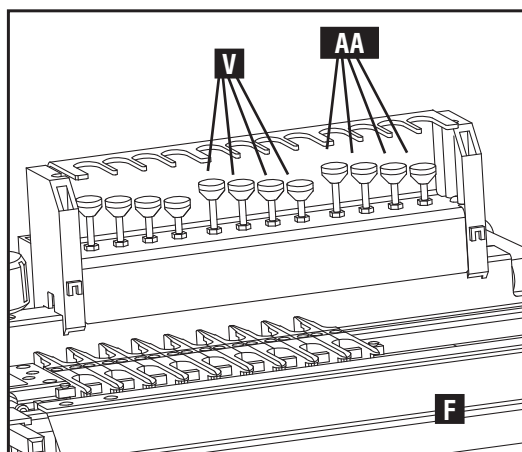
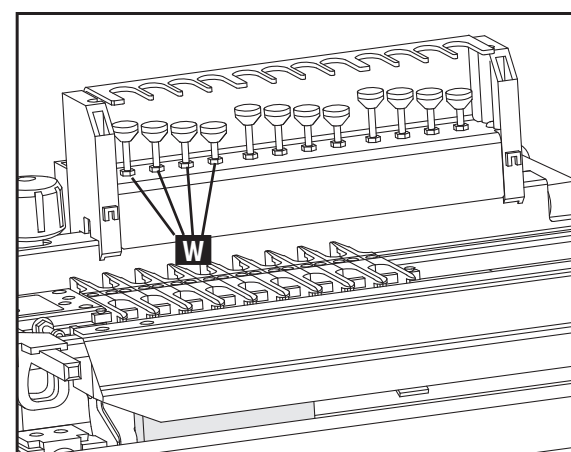

Fig. F13
Fig. F14
11. Reemplace la barra del estabilizador (F) Fig. F13.
- Si está utilizando una OMNIJIG® de 610 mm (24") con la plantilla digital variable estándar, utilice uno de los cuatro calibres de profundidad ubicados en (V) Fig. F13.
- En caso de utilizar una plantilla accesoria semiciega, cónica deslizante de 610 mm (24") (77248), los calibres (AA) de profundidad de la rebajadora definidos por el usuario o calibres (V) de colas de milano semiciegas en una sola pasada deberán ser ajustados en forma manual, de acuerdo con las instrucciones en la apéndice.
- Si está utilizando una OMNIJIG® de 406 mm (16") con una plantilla estándar semiciega y cónica deslizante, la profundidad de la broca de la sujetadora debe ajustarse mediante uno de los cuatro calibres de profundidad ubicados en (W) Fig. F14.